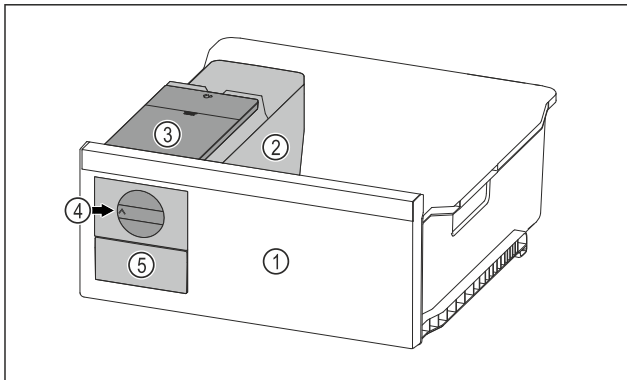

Fig. 74 Eksempelfremstilling
- ▶ Vri dreieknotten Fig. 74 (4) med klokken til den stopper.
- ▶ Isbitene faller fra isbitbrettet og ned i isbitskuffen Fig. 74 (5).